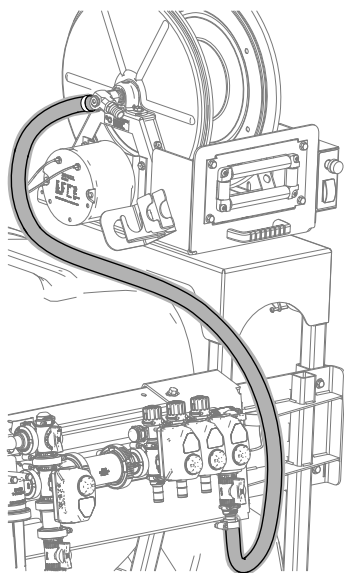

图16
9. 如图16 中所示，将软管（1.8m）与软管卷总成上的软管宝塔接头连接起来，并使用软管夹固定软管。